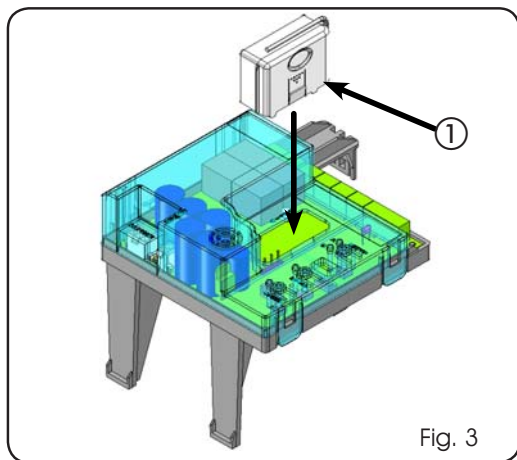

Fig. 3
L'apparecchiatura elettronica è provvista di un sistema di decodifica (DS, SLH, LC) bi-canale integrato chiamato OMNIDEC. Questo sistema permette di memorizzare, tramite un modulo ricevente aggiuntivo (Fig. 3 rif. ①) e radiocomandi della stessa frequenza, sia l'apertura totale (OPEN A) sia l'apertura parziale (OPEN B) dell'automazione.